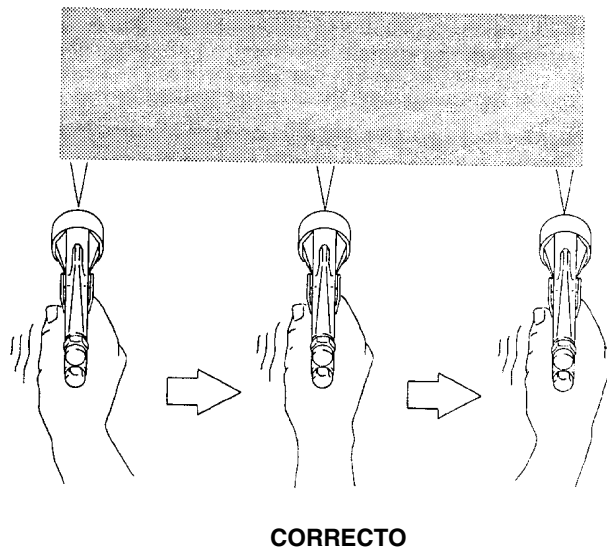

Fig. 20
1. Para obtener los mejores resultados durante la aplicación del fluido, mantener la pistola perpendicularmente a la superficie y mantener una distancia consecuente de aproximadamente 6 a 8 pulgadas (150 a 200 mm) de objeto sobre el cual se está pulverizando. Ver Fig. 20.